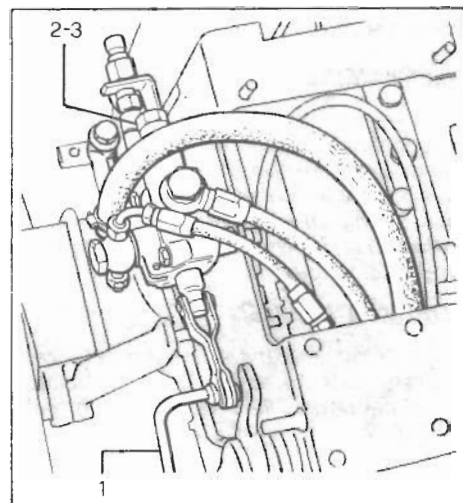

Fig. 24 - Bild 24
- a. Agire sulla leva del distributore idraulico (fig. 24, particolare 1) e **tenendola sollevata** accertarsi che il manometro indichi una pressione di 90 ± 100 Atm.
- b. Se ciò non avviene occorre agire opportunamente sulla valvola di sovrappressione (2) avvitando o svitando la vite di registro, dopo avere rimosso il cappellotto a vite di protezione (3).
- Act on the hydraulic control valve lever (fig. 24, detail 1). **Hold valve lever up** and make sure the pressure gauge reading is 90 to 100 kg/sq.cm.
- If reading is different, action is needed on the relief valve: remove the screw cap (3) and screw out or down the set screw of relief valve (2).
- Manoeuvrer le levier du distributeur hydraulique (fig. 24, détail 1) **et tout en le tenant soulevé**, s'assurer que le manomètre indique une pression de 90 à 100 Atm.
- Dans le cas contraire, agir sur le clapet de surpression (2) en serrant ou en desserrant la vis de réglage après avoir enlevé le chapeau de protection à vis.
- Den Steuerhebel des hydraulischen Verteilers (Bild 24, Detail 1) **betätigen und sich bei hochangehobenem Hebel vergewissern**, dass das Manometer einen Druck von 90 - 100 kg/cm² anzeigt.
- Sollte der Druck nicht stimmen, die Schutzkappe (3) entfernen und auf das Überdruckventil (2) wirken, wobei die Einstellschraube an-oder abgeschraubt wird.
L'attrezzo non si solleva o si solleva a fatica.	1. Insufficiente quantità di olio idraulico nella scatola cambio (che funge da serbatoio per l'impianto idraulico). Ripristinare il livello dell'olio. 2. Insufficiente pressione. Agire sulla valvola di sovrappressione posta sul distributore aumentando la taratura stringendo la vite posta all'interno del corpo portamolla dopo avere rimosso il cappellotto di protezione (fig. 24). 3. Perdite di olio nel distributore. Sostituire il distributore. 4. Perdite di olio nel martinetto. Revisionare il martinetto o eventualmente sostituire. 5. Pompa idraulica danneggiata. Sostituire.
The implement does not raise or heaves.	1. Low oil level in the gearbox (which acts as hydraulic reservoir). Top up. 2. Low pressure. Adjust the relief valve on the control valve tightening the screw inside the spring housing. To gain access to the screw, remove the protection cap (fig. 24). 3. Leakage in the control valve. Replace. 4. Actuator leakage. Repair or replace. 5. Hydraulic pump damaged. Replace.
L'outil ne se soulève pas ou monte avec difficulté.	1. Manque d'huile hydraulique dans le boîte de vitesses. Verser de l'huile jusqu'au niveau établi. 2. Pression insuffisante. Agir sur le clapet de surpression placé sur le distributeur et augmenter le tarage en serrant la vis à l'intérieur du corps porteresort, une fois enlevé le chapeau de protection (fig. 24). 3. Fuites d'huile dans le distributeur. Le remplacer. 4. Fuites d'huile dans le vérin. Vérifier le vérin et le remplacer si besoin est. 5. Pompe hydraulique en panne; la remplacer.
Das Gerät hebt sich nicht oder nur mit Schwierigkeit.	1. Ungenügendes Hydrauliköl im Schaltgetriebe. Ölstand wieder herstellen. 2. Ungenügender Druck. Das auf dem Verteiler angebrachte Überdruckventil einstellen, wobei die im Inneren des Federträgers angeordnete Schraube nach Entfernung der Schutzkappe angeschraubt wird (Bild 24). 3. Ölverluste im Verteiler. Den Verteiler ersetzen. 4. Ölverluste im Hubzylinder. Den Hubzylinder instandsetzen oder ggf. ersetzen. 5. Hydraulikpumpe beschädigt. Ersetzen.